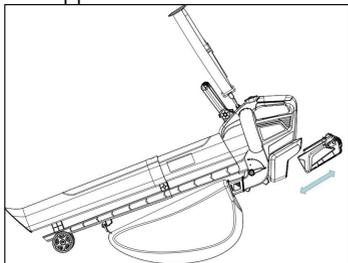

Fig. 3
**Estrazione/inserimento della batteria (Fig. 3)**